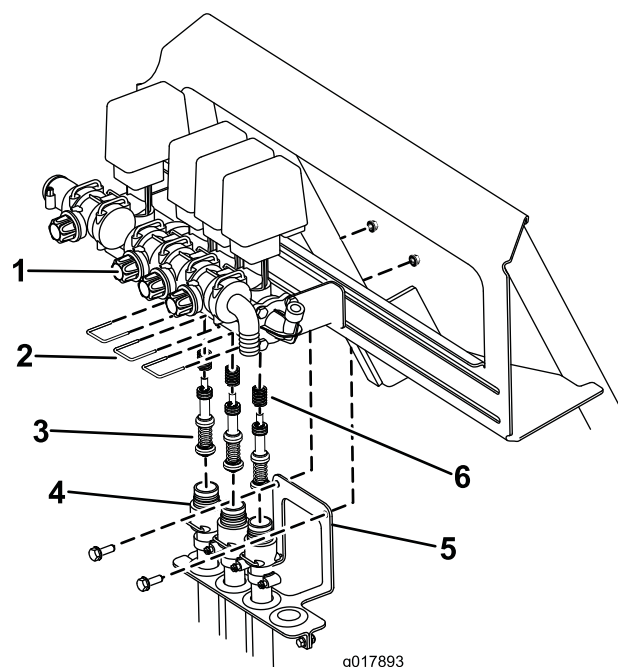

Figure 69
- B. Retirez les 3 étriers qui retiennent les sièges des vannes sur l'ensemble vannes (Figure 69).
- C. Retirez les 2 vis et écrous qui fixent le support de l'attache-flexibles au cadre du pulvérisateur (Figure 69). Abaissez les flexibles pour les éloigner de l'ensemble vannes.
- D. À l'aide d'une clé Allen de 3 mm, retirez les vis de fixation des pistons dans l'ensemble vannes. Veillez à tenir compte des ressorts présents dans la vanne (Figure 69).